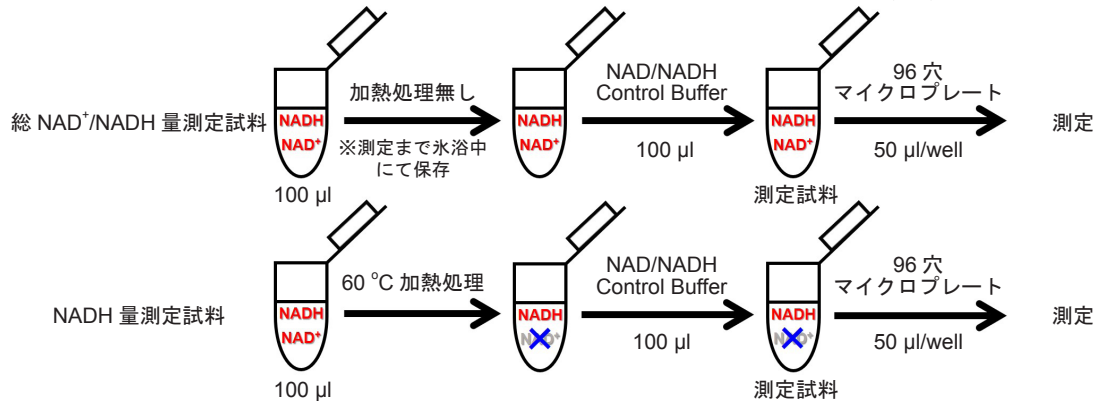

図 3 測定サンプルの調製方法
- (1) 細胞 ($2.5\text{--}10 \times 10^5$ cells) を 1.5 ml マイクロチューブに準備する。
- (2) $300 \times g$ で 5 分間遠心し、上清を除去する。
- (3) PBS 500 μl を加え、ピペッティングにより懸濁後、 $300 \times g$ で 5 分間遠心し、上清を除去する。
- (4) NAD/NADH Extraction Buffer 300 μl を加え、ピペッティングにより細胞を溶解した後、 $12,000 \times g$ で 5 分間遠心する。
- (5) 上清 250 μl を MWCO 10K フィルトレーションチューブに移し、 $12,000 \times g$ で 10 分間遠心する。
- (6) 得られた濾液を、1.5 ml マイクロチューブ 2 本に 100 μl ずつ移し、総 NAD⁺/NADH 量および NADH 量測定試料とする (図 3 参照)。
- (7) NADH 量測定試料を 60 °C で 60 分間インキュベートする。
- (8) インキュベート後、測定試料を室温まで冷却する。
- (9) 操作 (6) および操作 (8) で調製した、総 NAD⁺/NADH 量および NADH 量測定試料が入ったチューブそれぞれに、NAD/NADH Control Buffer 100 μL を加えたものを測定に用いる (Sample)。